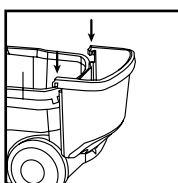

FIGURA 14
19. Inserte las lengüetas de la cesta de accesorios en las ranuras en la parte posterior del depósito. **FIGURA 14.**